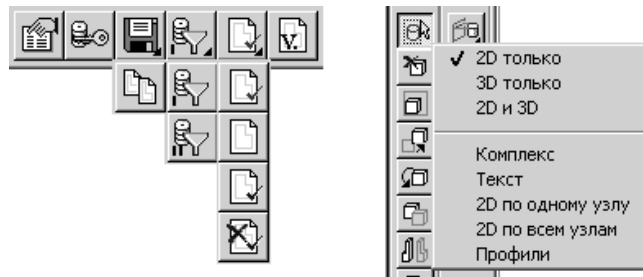

Рисунок 1.21 – Види кнопок в системі ADEM
7. Кнопки – є прямокутними областями на екрані, що містять пояснювальний текст або піктограму (рисунок). При натисненні на кнопку виконується певна дія програми. Кнопки, на яких в правому нижньому куті є чорний трикутник, містять декілька команд (рис. 1.21). Для вибору однієї з них необхідно клікнути на кнопку і, утримуючи натиснутою ліву клавішу миші, вибрати необхідну команду. Деякі кнопки містять низхідне меню (рис. 1.21), за допомогою якого вибирається необхідний режим роботи команди.